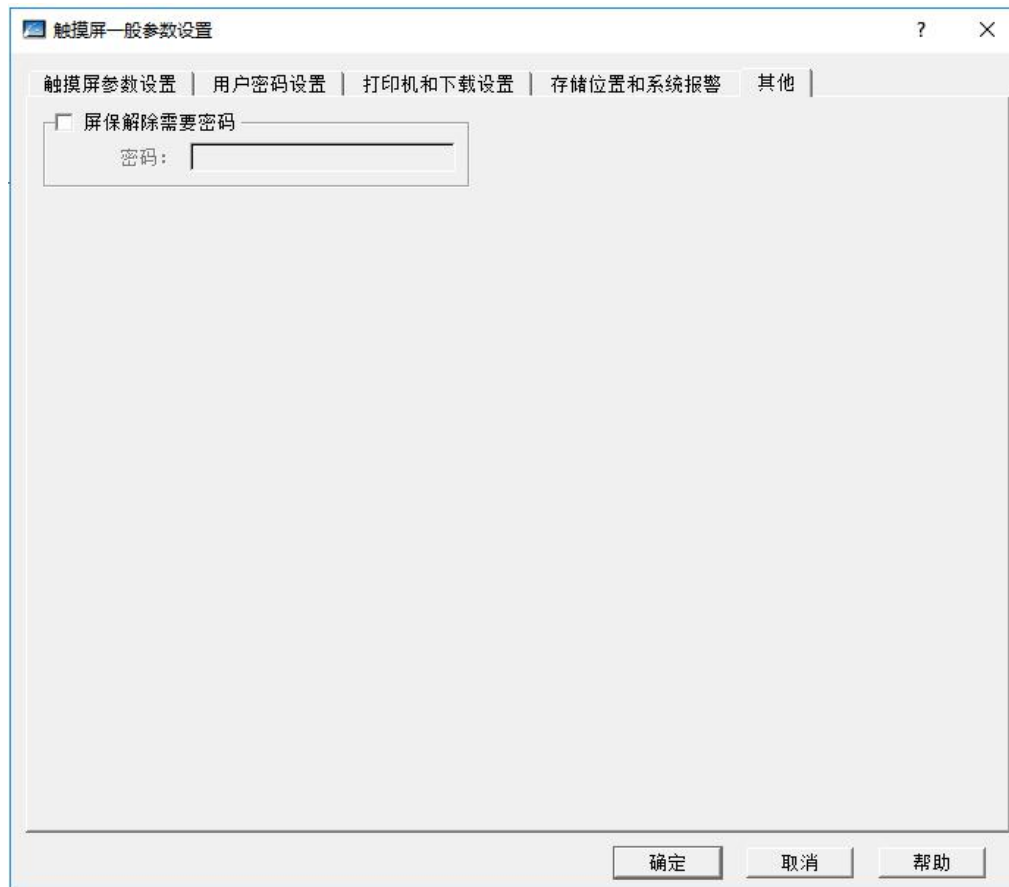

图 7-7 屏保需要解除密码页面
5、屏保需要解除密码，点击“其他”页面，如图 7.7 所示。